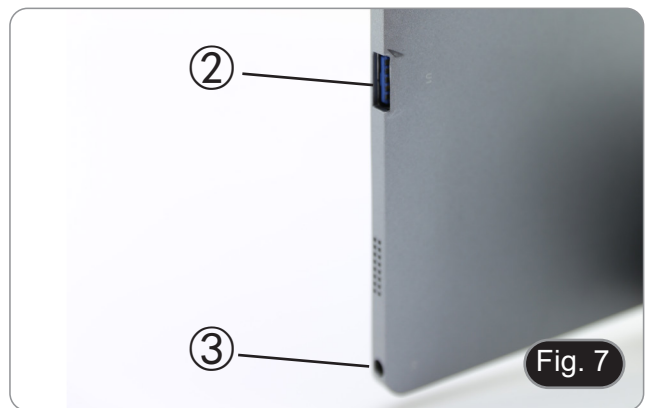

Fig. 7
6. Ligue o cabo de alimentação ao Tablet para recarregar a bateria utilizando o conector ④. (Fig. 7)